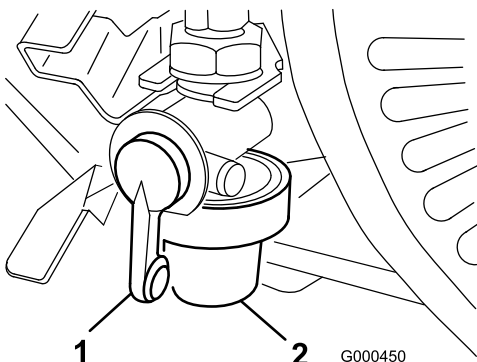

Figura 26
1. Feche a válvula de bloqueio do combustível e desaperte o depósito do corpo do filtro (Figura 26).